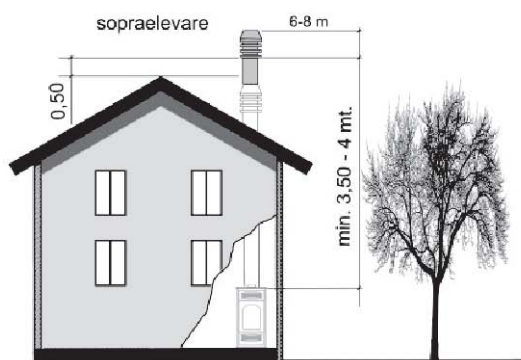
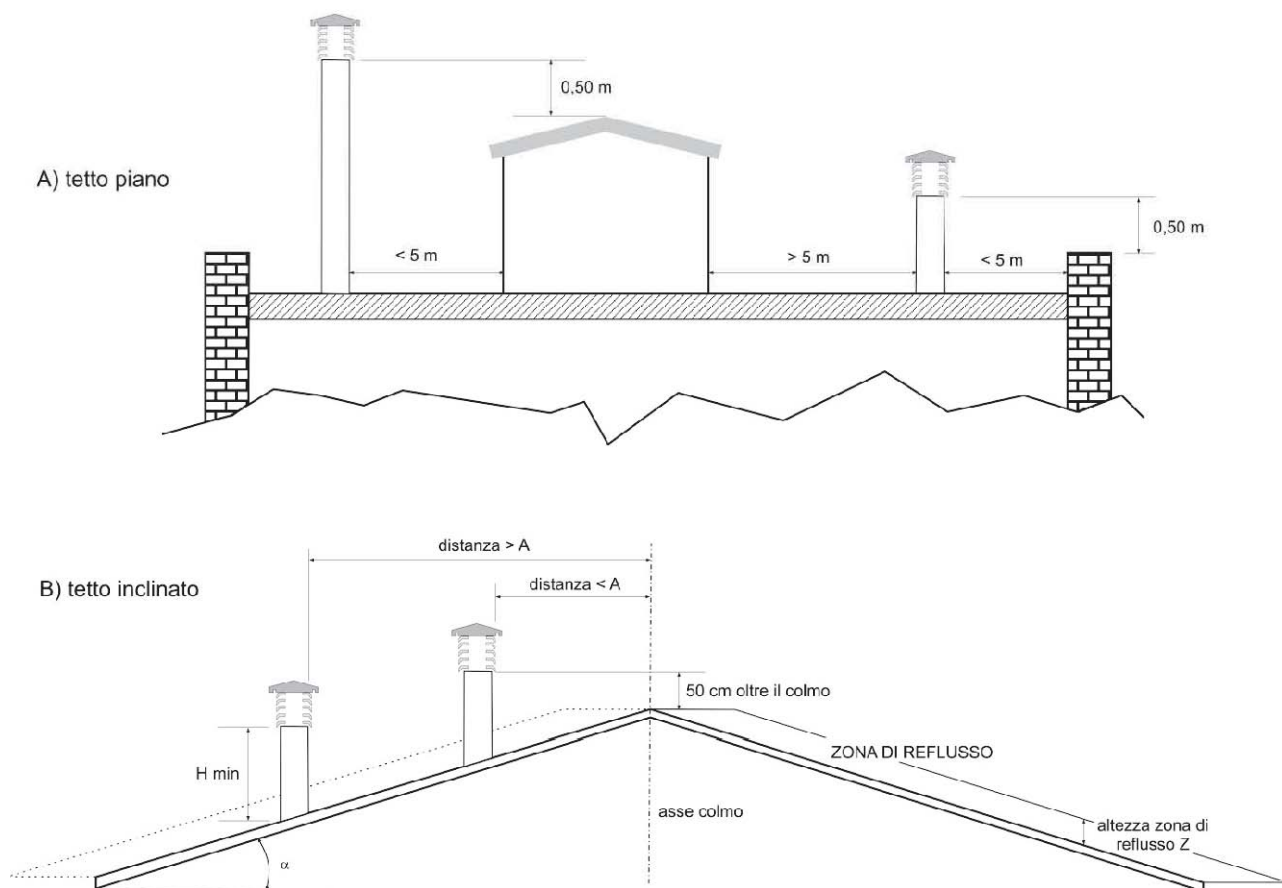

Fig.4
Fig. 5
- Il comignolo deve essere posizionato in modo da garantire un'adeguata dispersione e diluizione dei prodotti della combustione e comunque al di fuori della zona di reflusso. Tale zona ha dimensioni e forme diverse in funzione dell'angolo di inclinazione della copertura, per cui risulta necessario adottare le altezze minime riportate in *fig.4* e in *fig.5*.
- Il comignolo dovrà essere del tipo antivento e superare l'altezza del colmo *fig.4* e *fig.5*.
- Eventuali fabbricati o altri ostacoli che superano l'altezza del comignolo non dovranno essere a ridosso del comignolo stesso (*fig.4*).